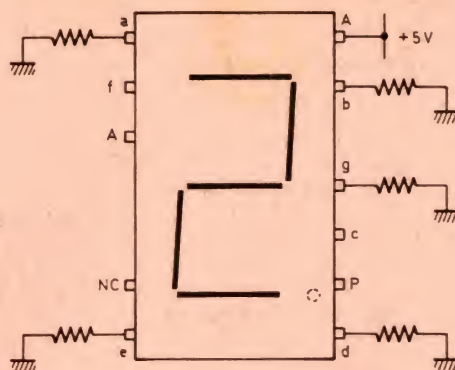

Fig. 18. - Câblage d'un 7 segments MAN 4710 A affichant un 2.
Nous avons représenté figure 18 un afficheur du type MAN 4710 A affichant le chiffre 2. Les anodes (A) sont reliées au + 5 V, tandis que les sorties a, b, d, e et g sont reliées à la masse à travers des résistances de 330 Ω .